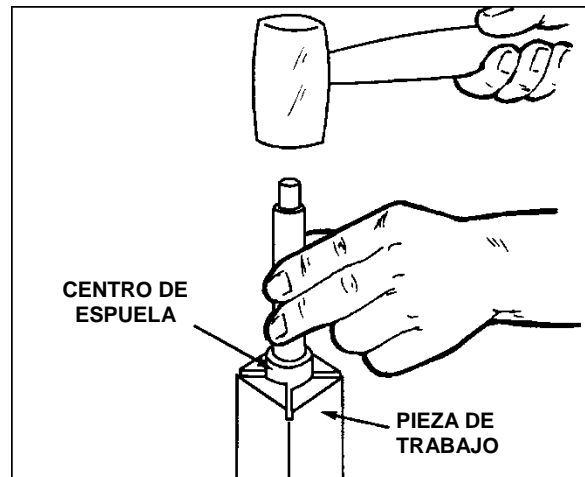

Figura 10-4
3. Introduzca el centro de espuela aproximadamente 1/4" en la pieza de trabajo con una maza de madera o martillo de forja según se muestra en la Figura 10-4. Tenga cuidado de no hendir la pieza de trabajo. **No use nunca un martillo de acero ni impulse nunca una pieza de trabajo al centro de espuela mientras esté montado en el husillo del torno.**